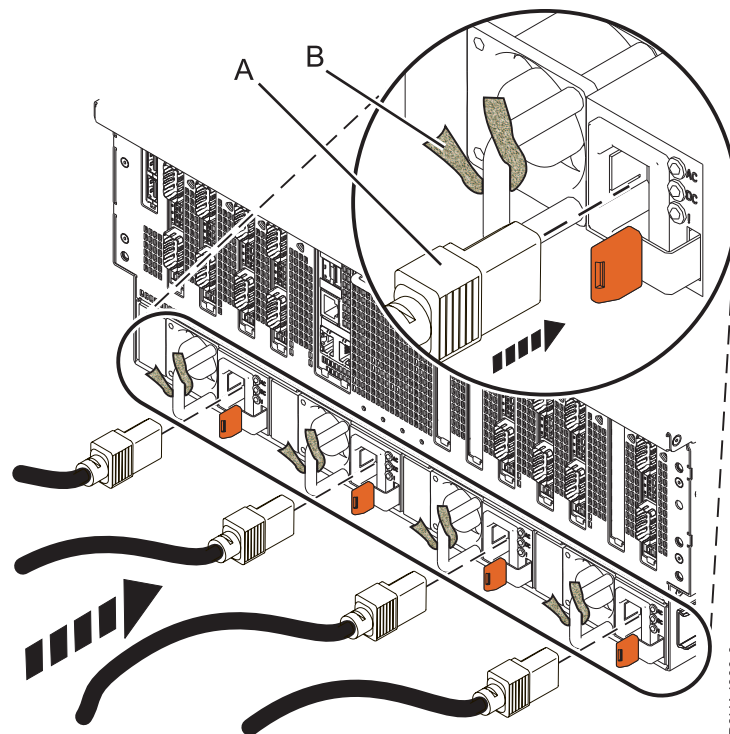

Figura 21. Conectando os cabos de energia e prendendo os cabos com prendedores.
- a. Plugue os dois cabos de energia às fontes de alimentação (A). Consulte Figura 21.
- d. Fixe os cabos com abraçadeiras ou fitas de velcro (B), conforme mostrado em Figura 21.